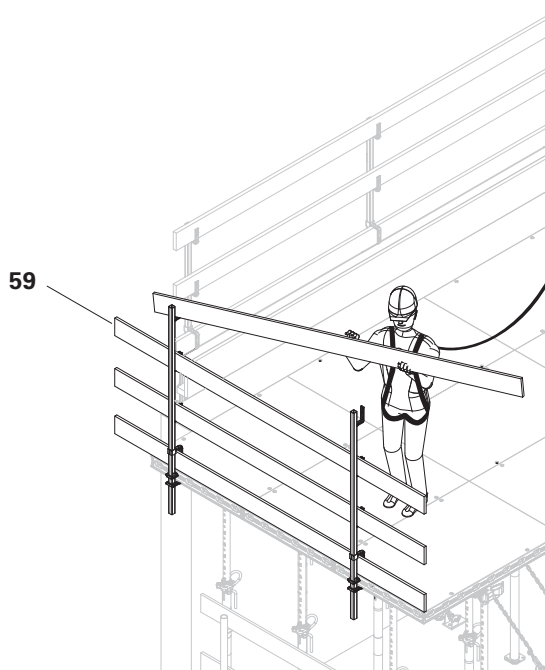

Fig. D4.05
- Insérer des planches de garde-corps (59) et les bloquer à l'aide de clous. (Fig. D4.05)